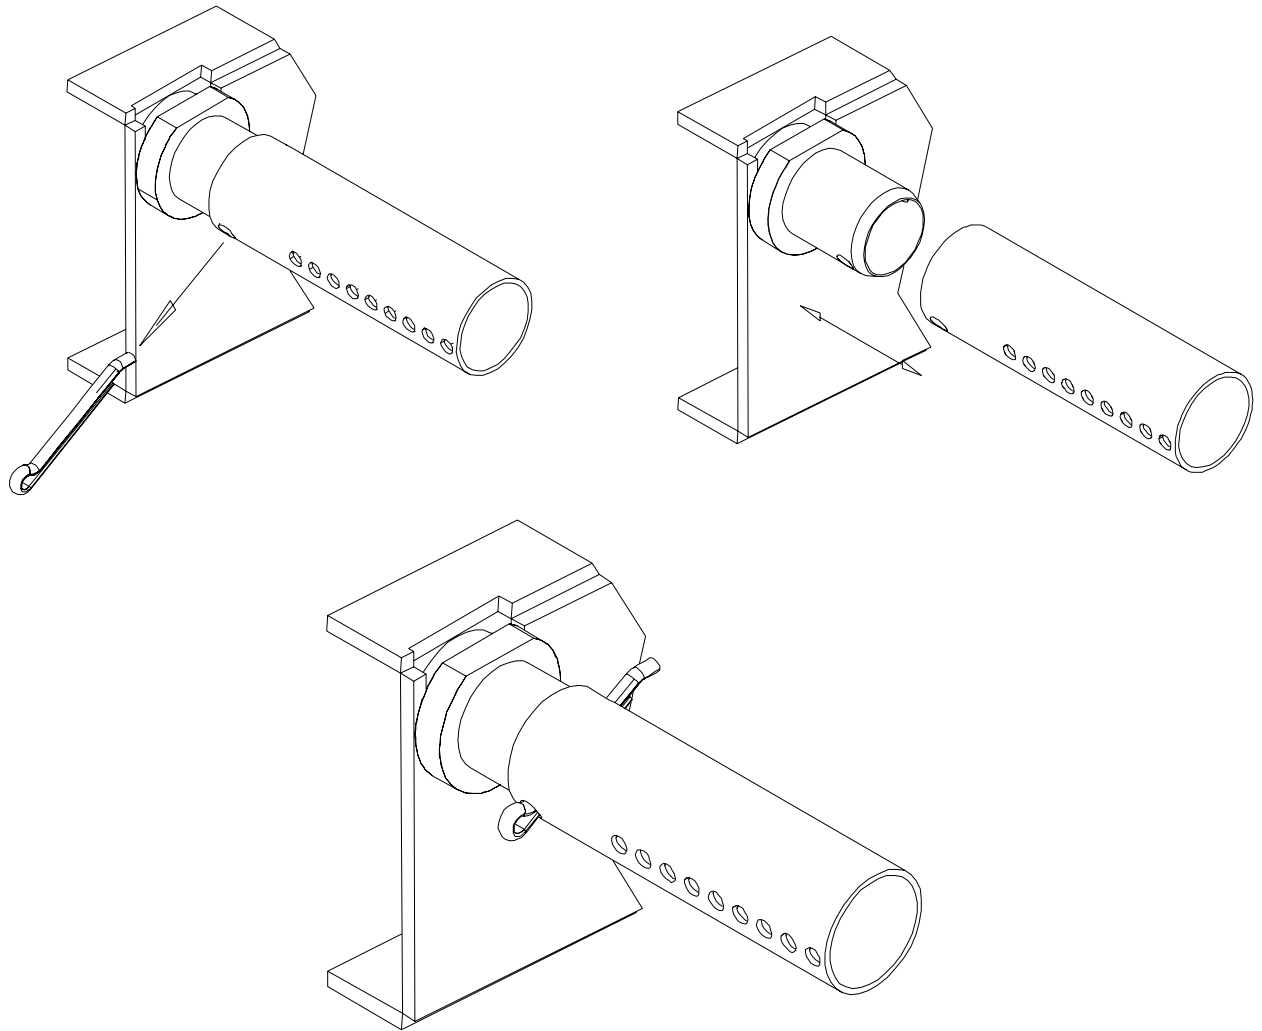

Figure 3.4 – Remplacement des tubes d'aération auxiliaires
8. Installez les tubes d'aération auxiliaires du milieu et de l'arrière en veillant à ce que leurs trous pointent vers l'avant de l'encastable. Installez les goupilles fendues tel qu'indiqué à la fig. 3.4.
(Consultez la Figure 3.4)